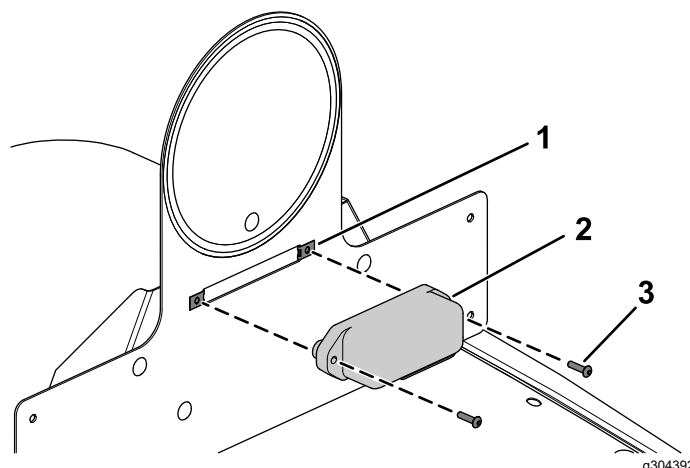

Figura 39
11. Collegate il cablaggio preassemblato alla luce della targa (Figura 39).
12. Fissate la luce della targa al supporto assemblato della piastra dell'adesivo del limite di velocità con le 2 piastrine per viti autofilettanti montate in Figura 26 e 2 bulloni a testa bombata (#10 x 3/4") come mostrato nella Figura 39.